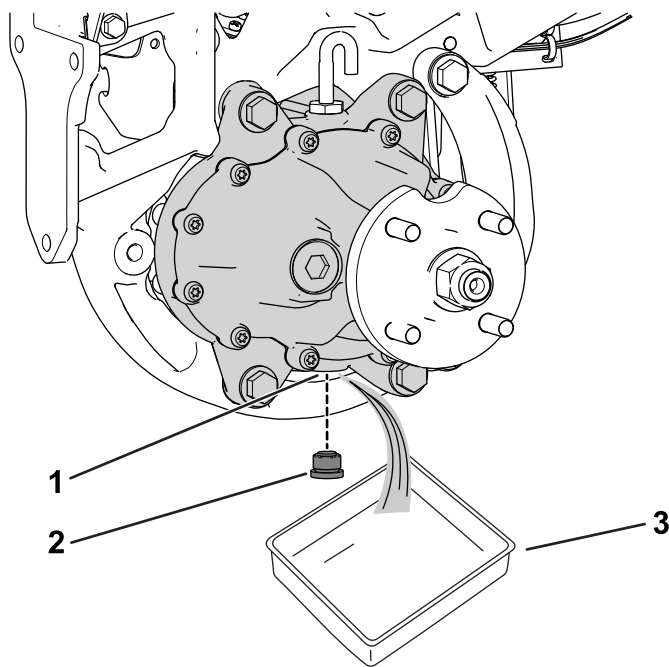

図 3
1. ホイールモータアセンブリ下にオイルを受ける容器を置く 図 3。
2. ドレンポートからプラグを外す 図 3。
4. ドレンポートにドレンプラグを取り付ける 図 3。